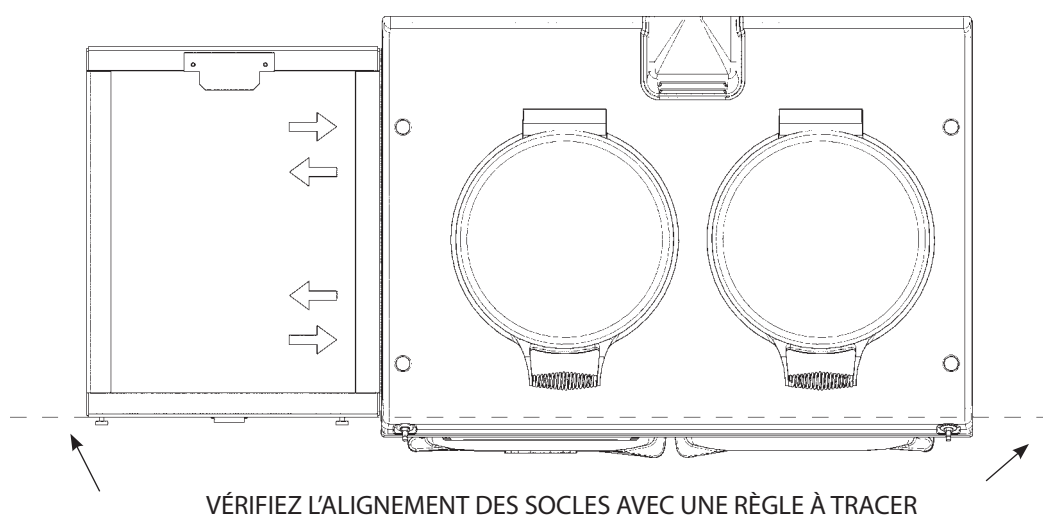

Fig. 30.5
4. Déplacez une bordure droite le long du socle de l'AGA eR7 afin d'assurer que la face frontale de chaque socle repose fermement contre la bordure droite (**Fig. 30.5**).